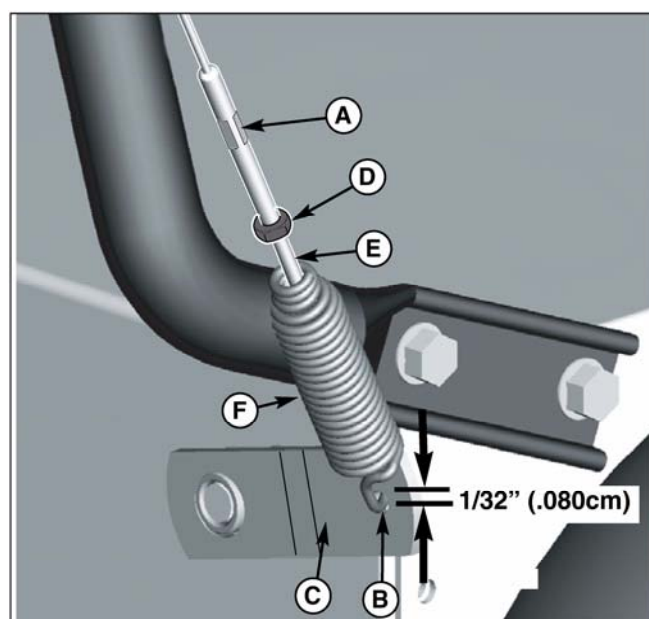

Рис. 16. Регулировка троса привода шнека
2. Рычаг привода не должен быть нажат. Крюк (В, рис. 16) должен слегка касаться рычага (С) без его поднятия. Максимальный зазор должен быть 0,8 мм.
3. Чтобы произвести регулировку, ослабьте гайку (D), удерживая наконечник троса (А) и поворачивая гайку (D). Поворачивайте наконечник тяги и удерживайте регулировочный винт. Регулировочный винт – это крестообразный винт, поворачивать или удерживать который нужно, вставив отвертку через пружину (F).
4. Удерживайте наконечник троса (А) и затяните гайку (D).